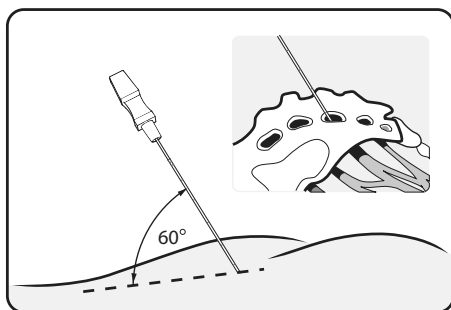

Figura 5. Inserte la aguja para el agujero en un ángulo de 60 grados
2. Ponga la aguja en el agujero en un ángulo aproximado de 60° respecto a la superficie ósea. El nervio discurre siguiendo la cara superomedial del agujero. (**Figura 5**)